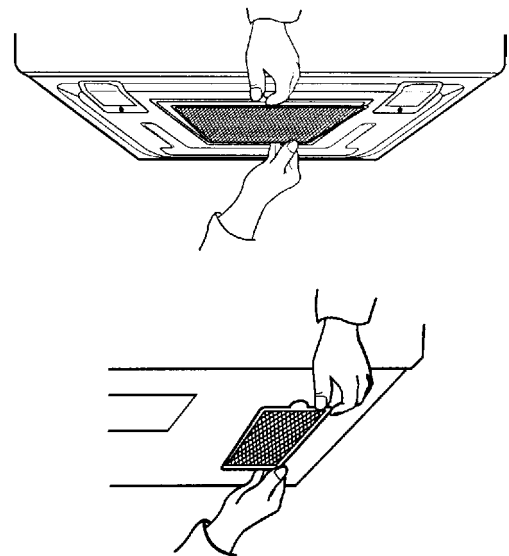

Figure 35
8. Saisir l'élément du filtre, une main tenant l'anneau et l'autre le côté opposé. Insérer l'extrémité de l'élément sans anneau dans l'ouverture et faire glisser vers le côté du four. Insérer l'extrémité à anneau de l'élément du filtre dans l'ouverture et faire coulisser la totalité de l'élément vers le centre du four jusqu'à ce qu'il soit fermement en place. Faire de même avec l'autre filtre. Voir la figure 35.